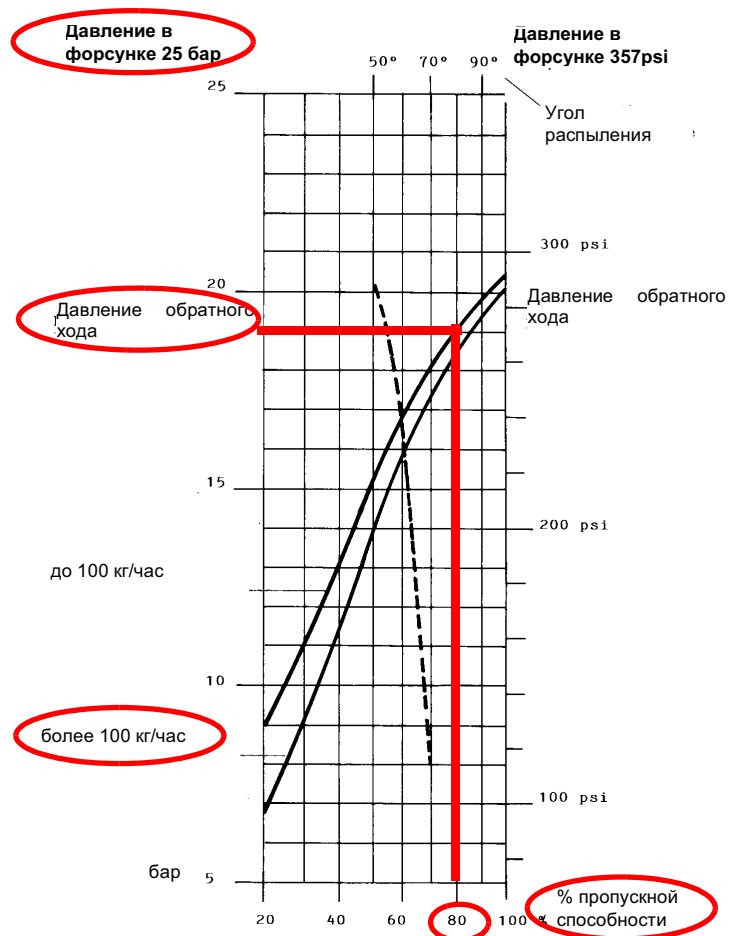
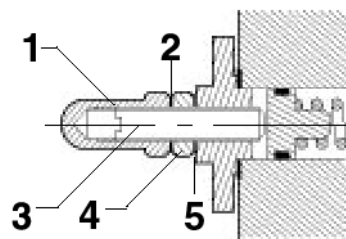
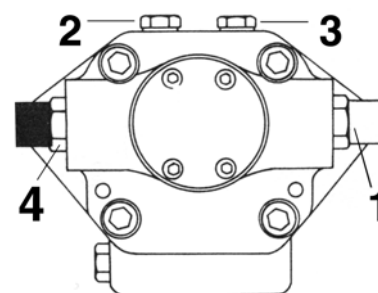

Рис. 15
Рис. 17
Рис. 18
- Запустить дизельный насос, воздействуя непосредственно на соответствующий контактор, и сбросить воздух с присоединительного отверстия манометра (см. элемент 3 на Рис. 17, Рис. 18).
- 2). воздействовать на регулировочный винт (элемент 1 на Рис. 17, Рис. 18) до тех пор, пока не достигнете давление в 25 бар на форсунке (см. Рис. 15)